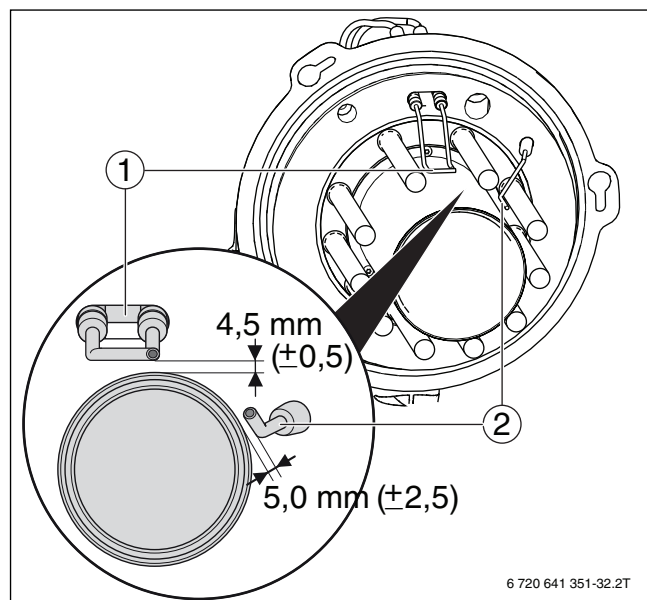

Bild 78 Zünd- und Überwachungselektroden
- Elektrodenabstände messen und gegebenenfalls über die Befestigungsschrauben justieren (→ Bild 78, Seite 46).